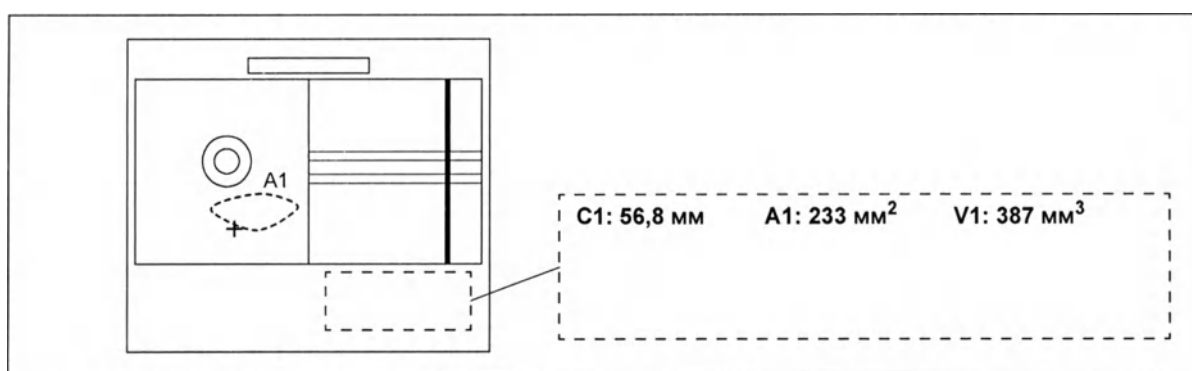

Рисунок 8.37
- 7** После завершения нанесений линий регистрации для двух дополнительных изображений в области отображения измерения появится вычисленный объем. На рис. 8.37 показан пример, в котором периметр C1 — 56,8 мм, площадь A1 — 233 мм² и объем V1 — 387 мм³.